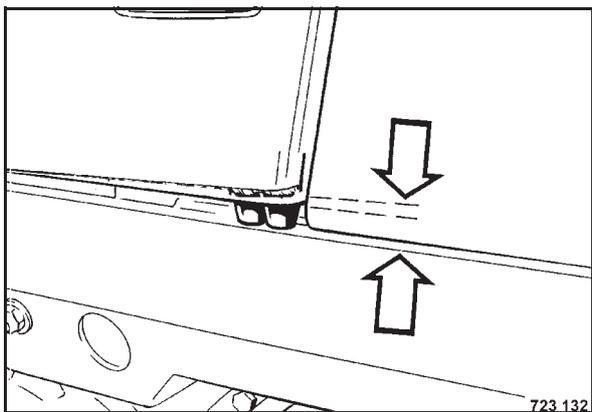

Bild 131
- Abstandsmessung (Bild 131) wiederholen.